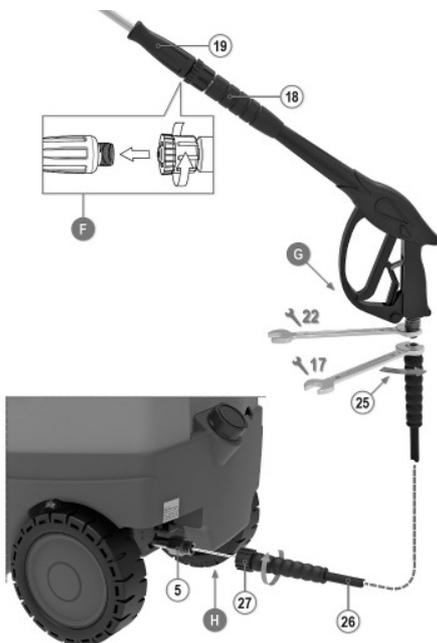

Abb. 9: Montage des Zubehörs Teil 1
Schritt 1: Den Schnellanschluss (27, Abb.9) der Leitung (26, Abb.8) an den Wasserablaufanschluss (5, Abb.9) anschließen und die Nutmutter per Hand bis zum Anschlag anziehen. Bedienablauf H von Abb. 9.
Schritt 2: Den Anschluss (25, Abb.9) des Hochdruckrohrs an das Gewinde der Handspritzpistole anschrauben (17, Abb.9) und bis zum Anschlag mit zwei 17/22-mm-Schlüsseln (nicht im Lieferumfang enthalten) anziehen. Bedienablauf G von Abb. 9.